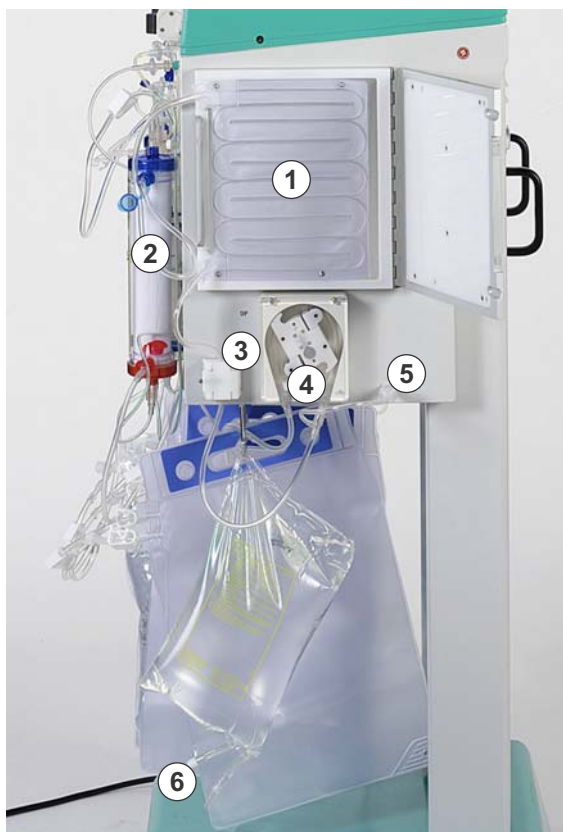

Fig. 4-14 Montaggio della linea del dialisato
1. Inserire la sacca di riscaldamento nel riscaldatore (Fig. 4-14 , ①), servendosi dei fori previsti nella sacca.
2. Collegare la linea di ingresso blu al dializzatore (Fig. 4-14 , ②).
3. Inserire la linea di ingresso blu nel sensore aria dialisato (DAD, Fig. 4-14 , ③).
4. Inserire lo spezzone pompa della linea del dialisato nella pompa dialisato (Fig. 4-14 , ④) con il segno blu a sinistra.
5. Fissare il trasduttore di pressione (Fig. 4-14 , ⑤).
6. Collegare il distributore della linea del dialisato alla sacca pronta del dialisato (Fig. 4-14 , ⑥) e rompere il cono frattura.